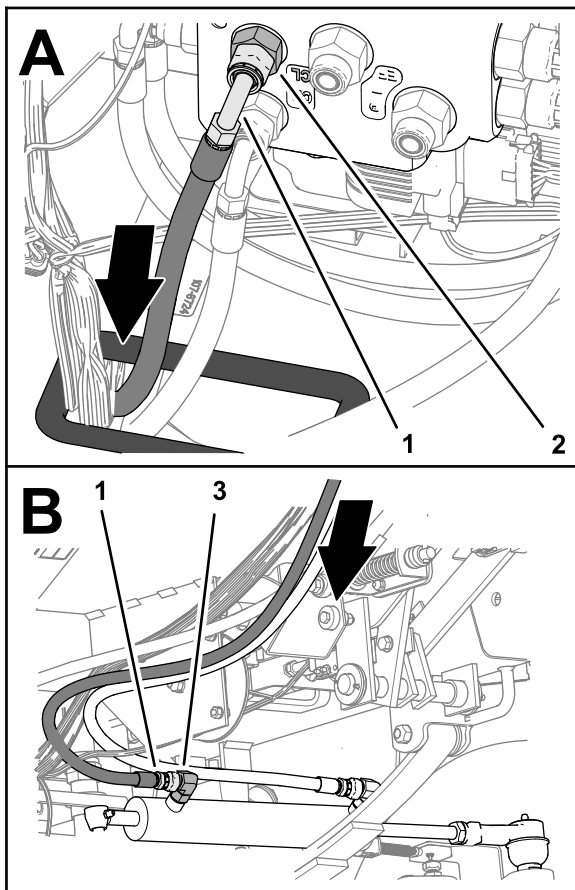

**Figure 120**
3. Retirez les 2 joints toriques qui se trouvent sur les raccords à 90° dans les orifices d'extension et de rétraction du vérin de direction (Figure 120).
4. Posez 2 nouveaux joints toriques 9,2/1,8 mm dans les rainures des raccords à 90° (Figure 120).